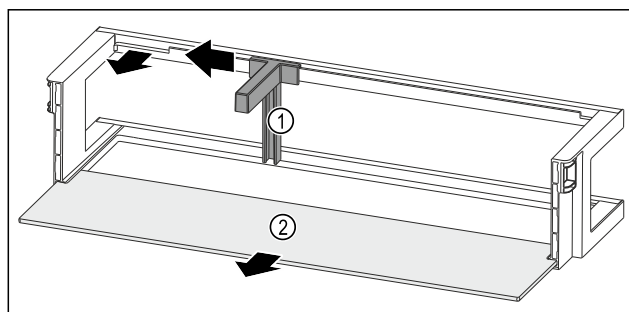

Fig. 133 Дверная полка с держателем для бутылок и съёмной полкой
- ▶ Сместите держатель для бутылок Fig. 133 (1) до выемки в сторону.
- ▶ Извлеките держатель для бутылок Fig. 133 (1).
- ▶ Извлеките съёмную полку Fig. 133 (2).